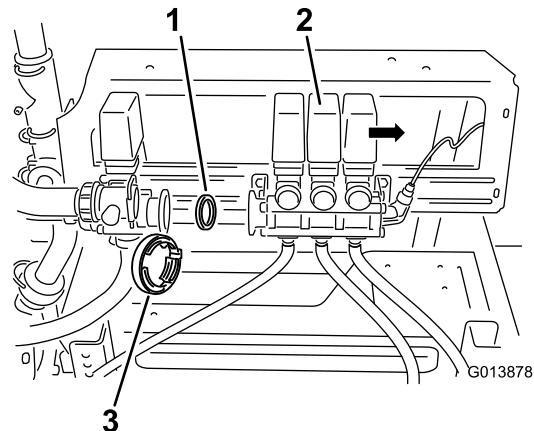

Figura 5
- Afaste cuidadosamente o conjunto da válvula da rampa da válvula de agitação (Figura 5).
- Retire a junta existente do corpo da válvula (Figura 5).